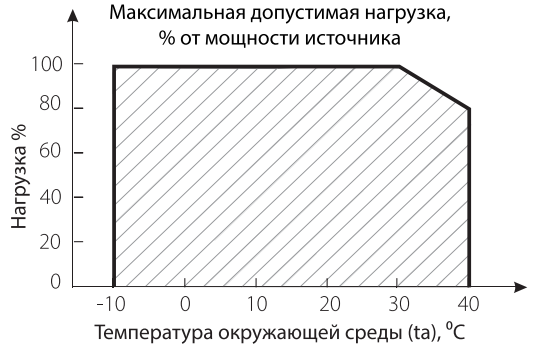

Рис.2
- 4.3. Не нагружайте источник питания более 80% от его максимальной мощности. Учтите также, что с повышением температуры окружающей среды, максимальная мощность источника питания снижается, см. график зависимости на *Рис.2*.